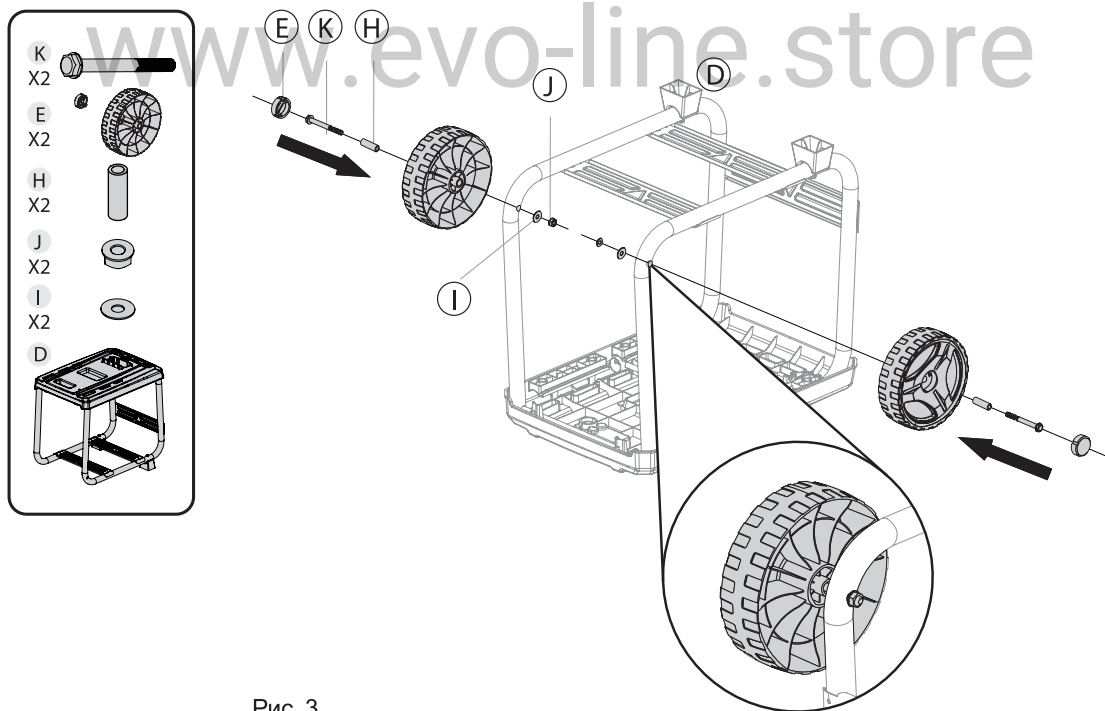

Рис. 3
3. Прикрепите колеса (Рис. 3).